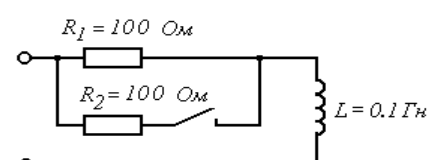

Рисунок 4.3
10. Для цепи (рисунок 4.3) составьте дифференциальное уравнение. Какие законы теории электрических цепей при этом использованы?